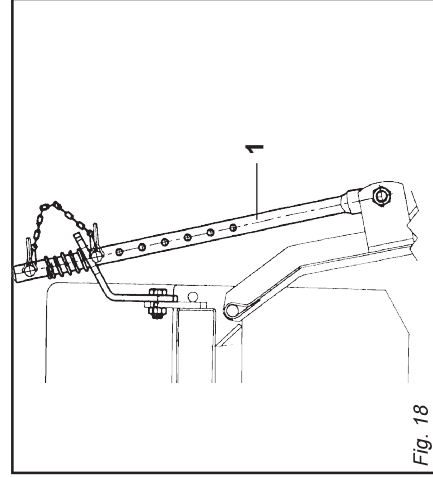

Fig. 18
- 2- Il martinetto a molla (1 Fig. 18) oltre a sostenere la lamiera livellatrice ed ammortizzarla nel trasporto su strada,
- 2- Die Federwinde (1 Abb. 18) trägt nicht nur das Planierschild und dient beim Straßentransport zur Dämpfung von
- 2- Le vérin à ressort (1 Fig. 18) sert de soutien à la tôle de nivellement et de suspension pendant le transport sur route, pour éviter le basculement du
- 2- El gato de resorte (1 Fig. 18), además de sostener la chapa de nivelación y protegerla durante el transporte en